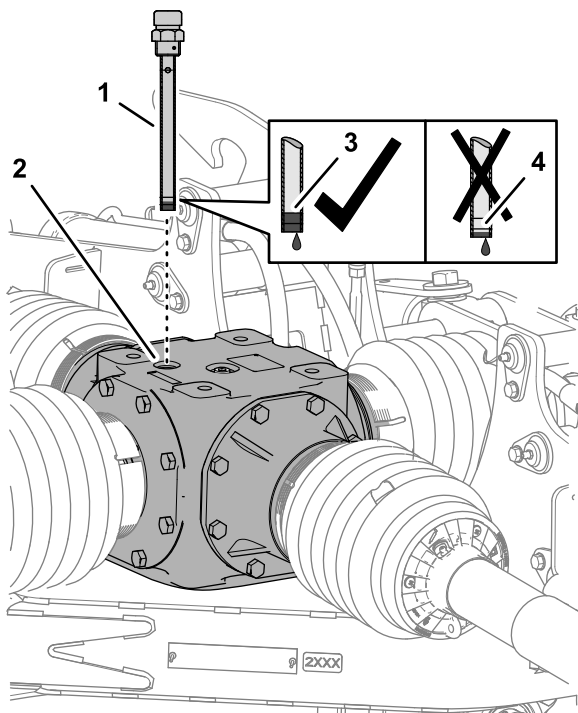
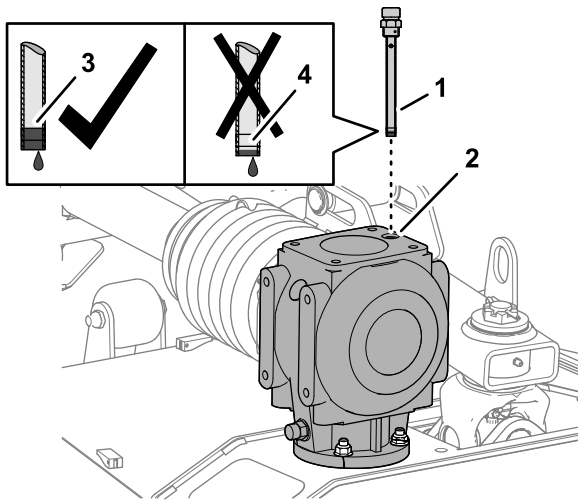

Figura 57
Figura 58
1. Retire la varilla del orificio en la parte superior de la caja de engranajes central (Figura 57 o Figura 58).
- Compruebe el nivel del fluido indicado en la varilla (Figura 57 o Figura 58).
- Enrosque la varilla en el orificio de llenado y apriete la varilla (Figura 57 o Figura 58).